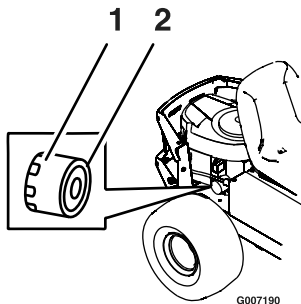

Figura 34
8. Retire el filtro usado y limpie con un paño la superficie de montaje (Figura 34).